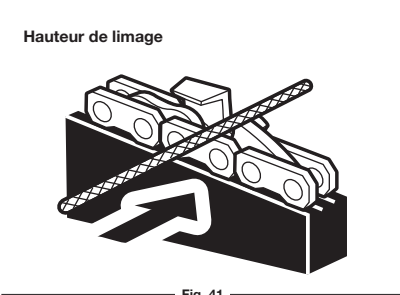
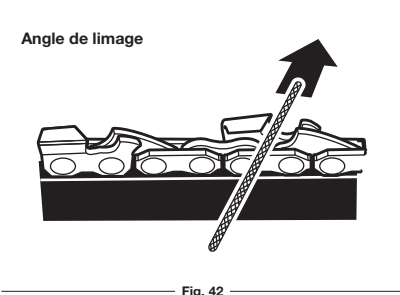

Fig. 41
Fig. 42
- Maintenez le niveau de la lime à celui de la plaque supérieure de la dent (Fig. 41). Ne laissez pas la lime plonger ou se balancer (Fig. 42).
- Avec une pression légère mais ferme, limez vers le coin avant de la dent (Fig. 42). Enlevez la lime de la gouge avant de revenir au début du limage d’affûtage.